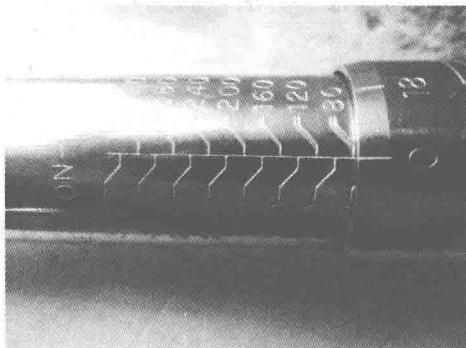

图 1-1-14 扳手扭力调整
3) 转动扳手手柄, 根据需要使手柄上小数部分的数字刻线对齐杆身整数部分的数字刻线, 使手柄前端的边缘与杆身上所需调整的扭力读数刻线贴合。如图 1-1-14 所示, 预调的扭矩是  $80\text{N}\cdot\text{m}$ 。